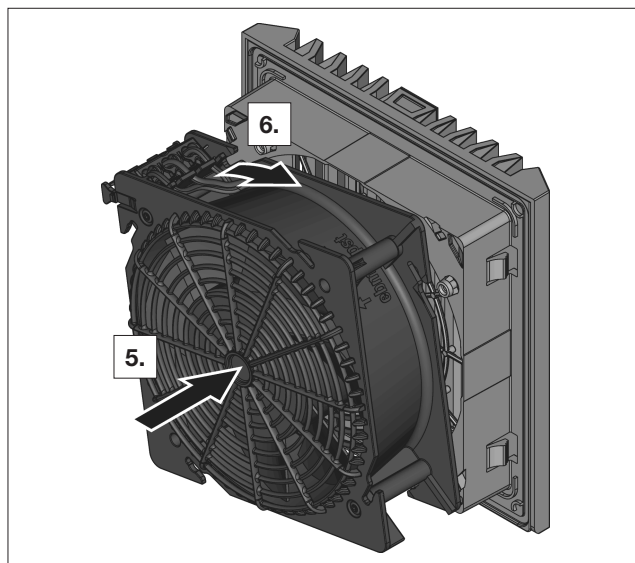

Fig. 14 : verrouillage de la fermeture à baïonnette
- Insérer à nouveau le carter où est logé le filtre du ventilateur dans le carter où est logé le filtre (voir fig. 14).